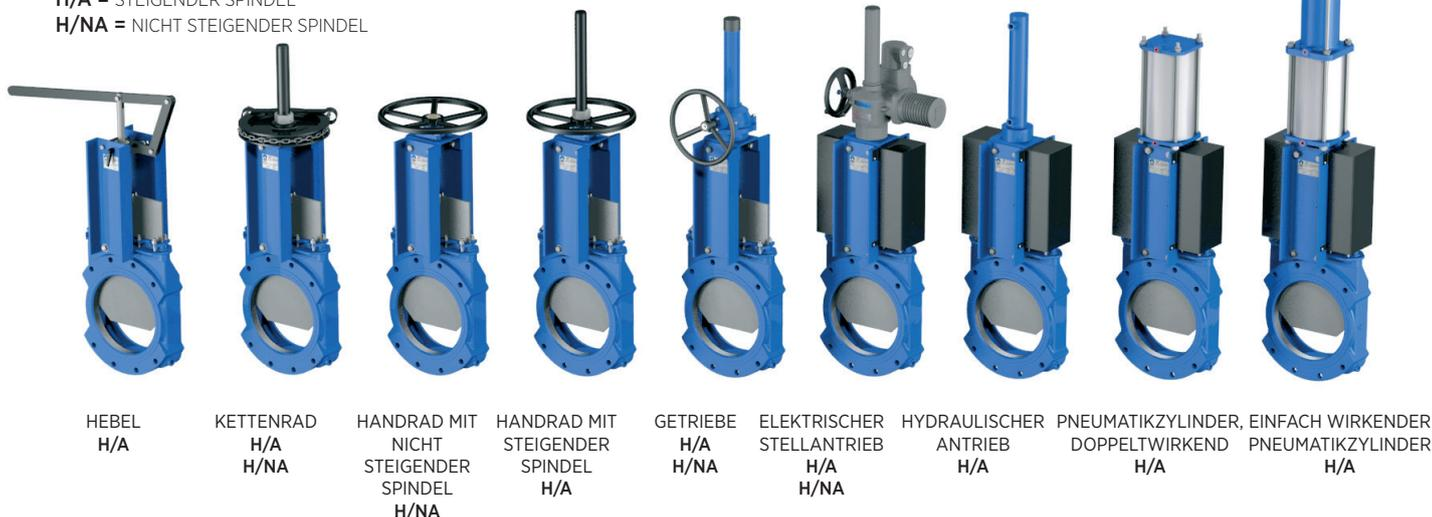

Abb. 5
- Auskragende Flursäule (Abb. 5)